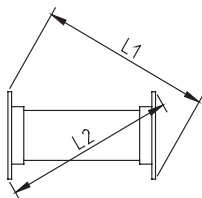

Рис. 9. Диагонали
- Абсолютное значение разницы диагоналей прямоугольного воздуховода $|L1-L2| \leq 3$, как показано на Рис. 9.